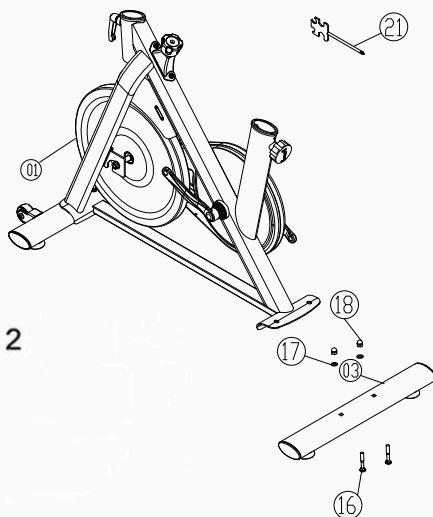

Figura 2
2. Fixați ansamblul cadrului principal (Partea 01) la ansamblul tubului piciorului posterior (Partea 03) utilizând două șuruburi cu cărucior M8×55 (Partea 16), două șaibe plate (Φ20×Φ8.5×1.5t, Partea 17) și două capace înalte (Partea 18), așa cum este indicat în Figura 2.